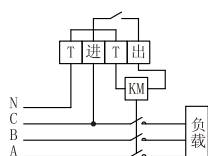

图23
- b) 控制接触器的线圈电压AC220V 50Hz,接线方法如图23所示。